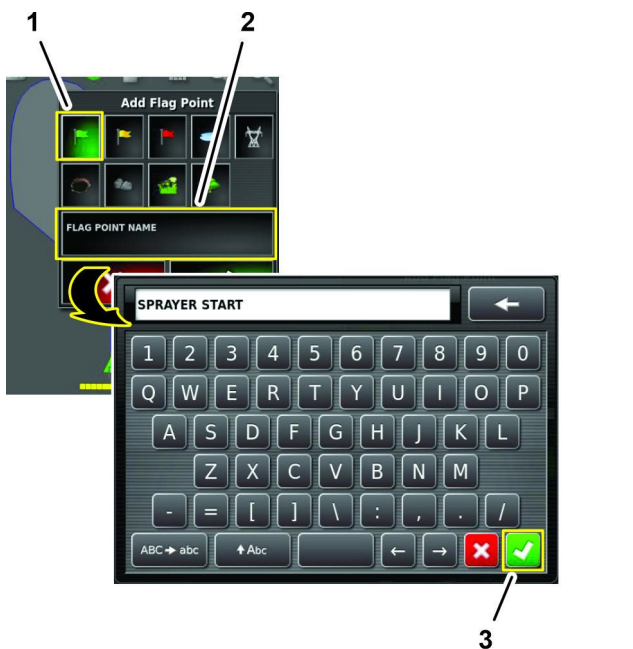

图 81
4. 在添加标志旗点对话框中按标志旗点图标然后按标志旗点名称图标 图 81。
5. 使用显示屏键盘输入定制标志旗点的名称然后按“确认”图标图 81。